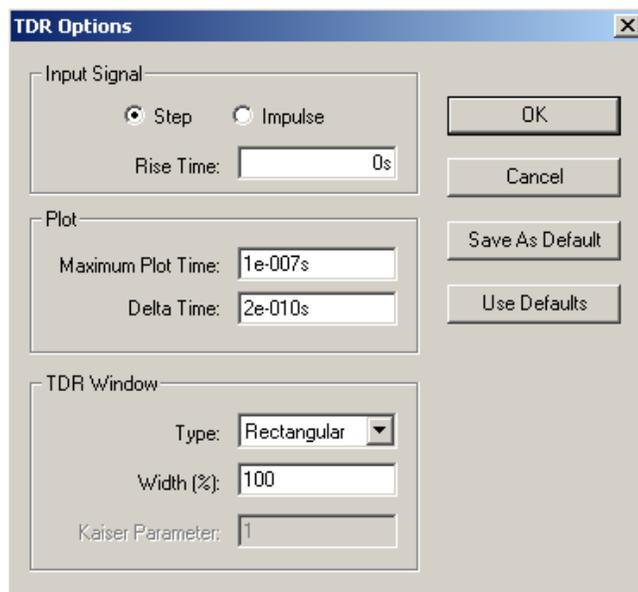

Рис. 9.20. Установка опций расчета во временной области
3. Щелкните **TDR Options**. Появляется диалоговое окно **TDR Options** (рис. 9.20).